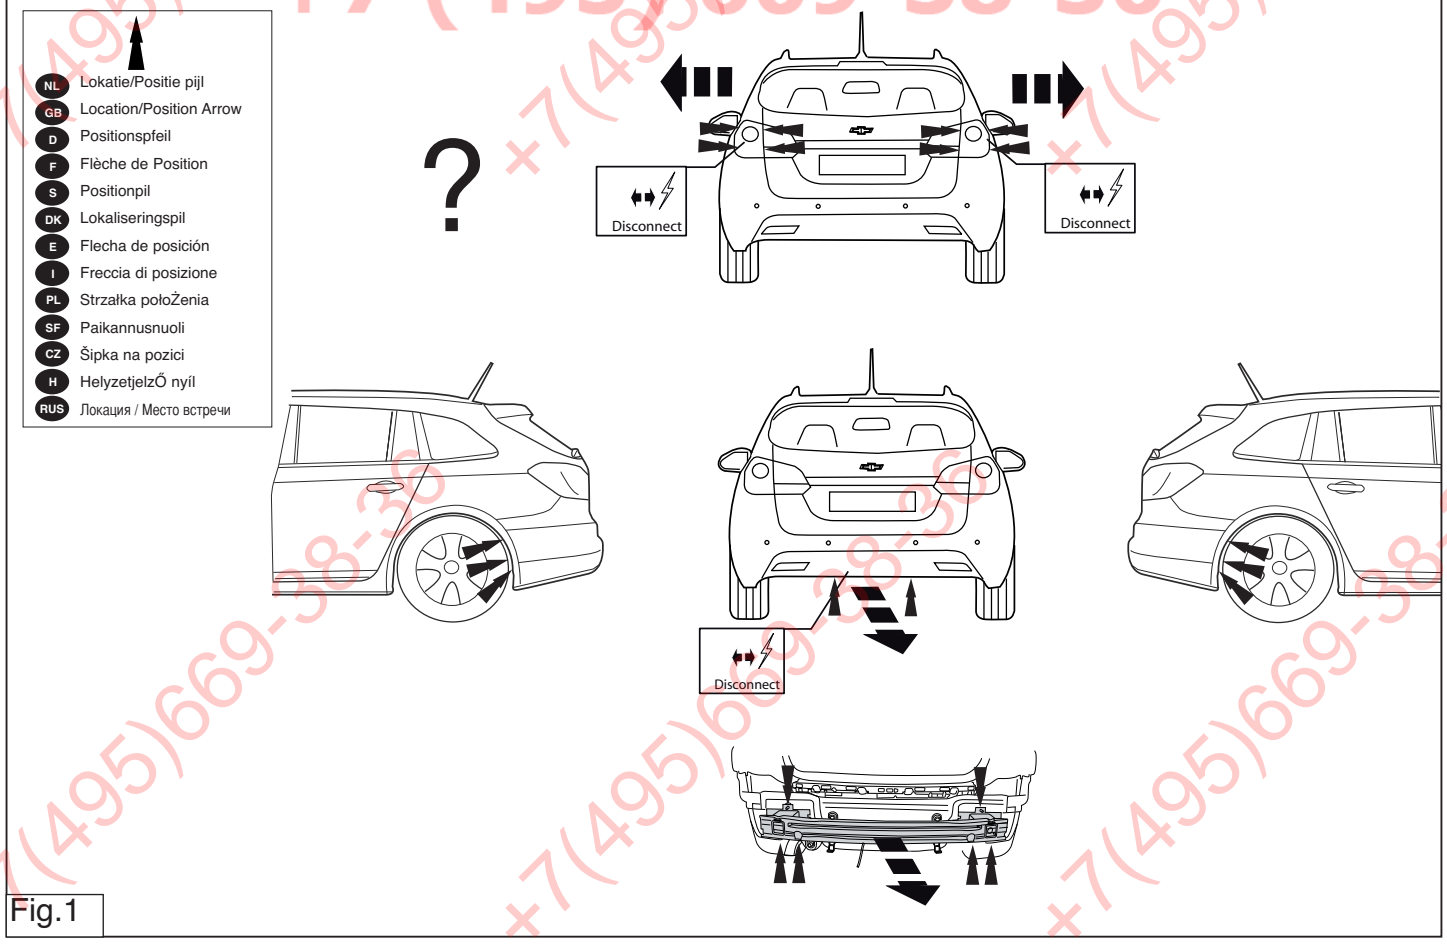

Fig.1
- Снять балпер вместе со стальным брызгачем брусом автомобиля брызгачи брус больше не понадобится. См. рисунок 1.
- Remove the bumper and the steel buffer beam from the vehicle. The buffer beam will no longer be needed. See figure 1.
2. Die Stoßstange einschließlich des stählernen Stoßbalkens vom Fahrzeug abmontieren. Der Stoßbalken wird nicht mehr benötigt. Siehe Abbildung 1.